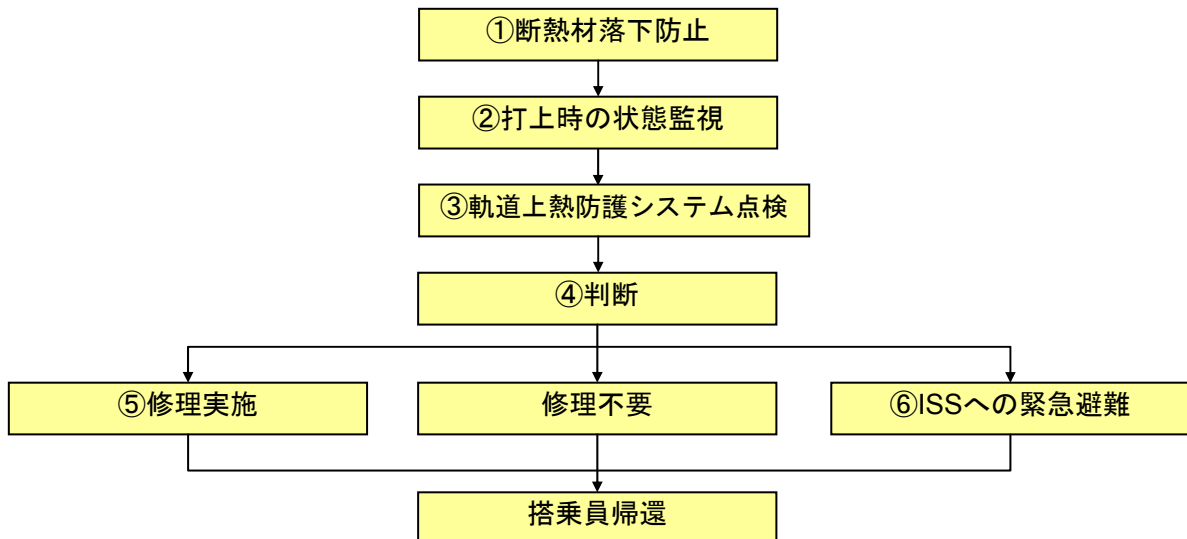

図 4-1 シャトルの安全性向上のための流れ
注：4.1 項(1),(2)は、図 4-1 の①に相当する改善です。
注：4.2 項は、図 4-1 の③に相当する改善です。
注：4.3 項は、図 4-1 の②に相当する改善です。
注：4.4 項は、図 4-1 の③に相当する改善です。